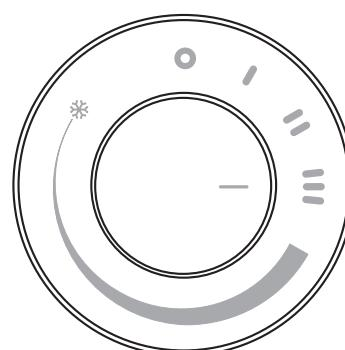

fig. 4
- *To activate MAXIMUM POWER function, turn the knob so that reference mark "I" is aligned with the "III" symbol on the control panel (fig. 4).*
- Pour activer la fonction PUISSANCE MAXIMUM, tourner la poignée de sorte que la référence "I" soit alignée au symbole "III" du tableau de commande (fig. 4).